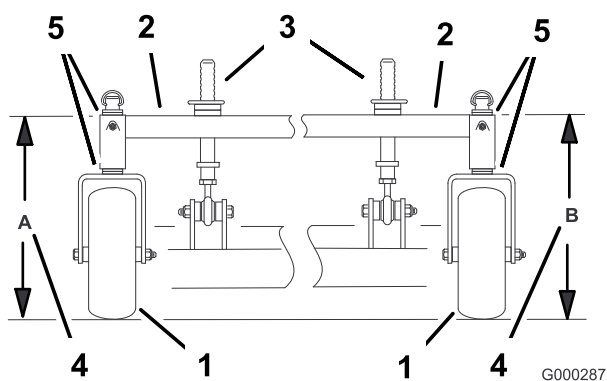

Figura 69
4. Mida la altura del bastidor de tiro en la posición **A** (Figura 69).
5. Mida la altura del bastidor de tiro en la posición **B** (Figura 69).